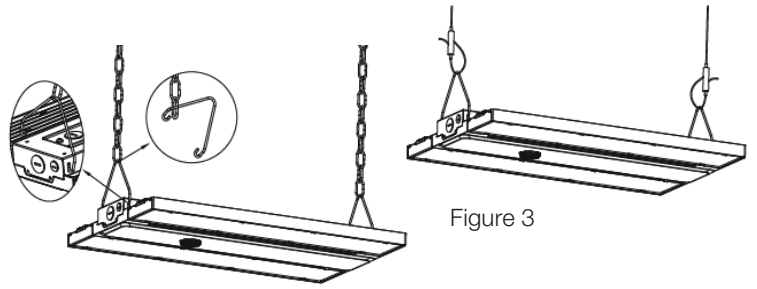

Figure 3
**STEP 1:** Hook the chain/cable and connect with the fixture. See Figure 3.
**ÉTAPE 1:** Accrochez la chaîne/le câble et attachez au luminaire. Voir la Figure 3.